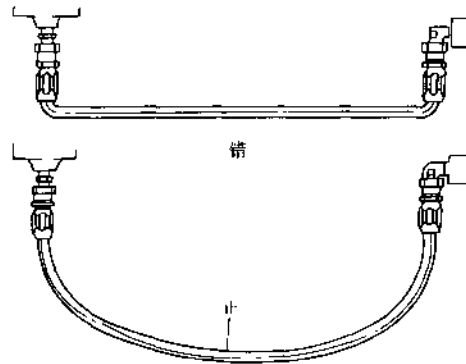

图 30.1-9 软管弯曲部位应留有合适长度
- 软管连接时应留合适的长度,要使其弯曲部位有比较大的弯曲半径,见图 30.1-9 和 30.1-10。